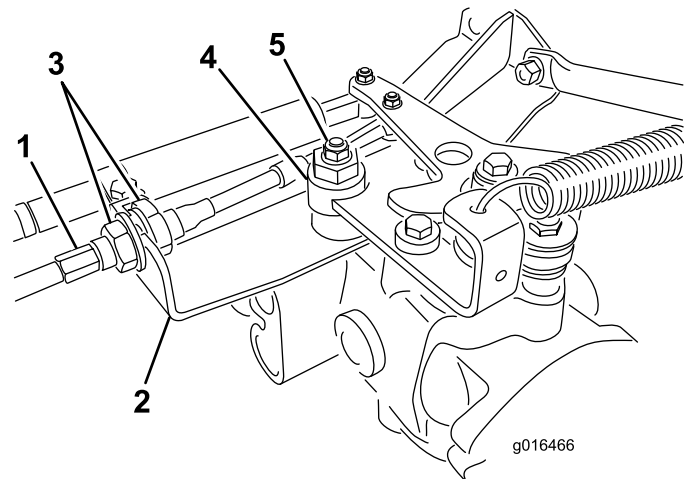

图 47
- A. 松开将驱动控制拉线固定至静液压装置隔板上的两个锁紧螺母图 47。确保锁紧螺母的松动程度相同并足以进行调节。
**注意** 松开将偏心螺栓固定到静液压泵顶部的螺母图 47。
- E. 当轮子停止旋转时、旋紧螺母、锁定偏心螺栓和调整 (图 47)。
- G. 从隔板的两侧均匀拧紧锁紧螺母将驱动拉线固定到隔板上图 47。切勿让拉线缠绕在一起。